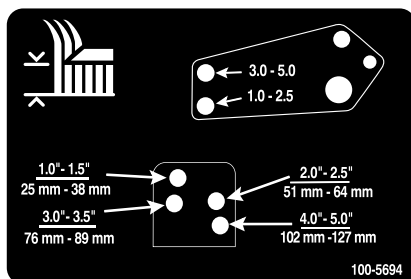

Figura 29
10. Alinee los taladros de los acoplamientos de los amortiguadores con los taladros seleccionados del soporte de altura de corte en el bastidor de la carcasa de corte y coloque los pasadores de horquilla y las chavetas (Figura 29).